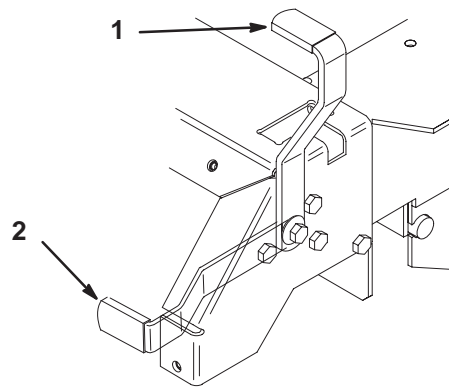

Figure 13
2. Tirez le frein de stationnement en arrière et vers le haut pour le serrer (Fig. 13). Une fois serré, le frein de stationnement ne doit plus bouger.
1. Poussez le levier du frein de stationnement vers l'avant et vers le bas (Fig. 13) afin de le desserrer. Le frein de stationnement est desserré et le levier est en appui contre la butée du frein.